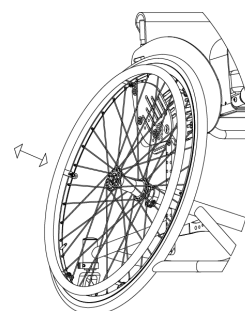

FIG. 11
- Tirare la ruota verso l'esterno della carrozzina (fig.11) e senza premere il pulsante la ruota non si deve estrarre.